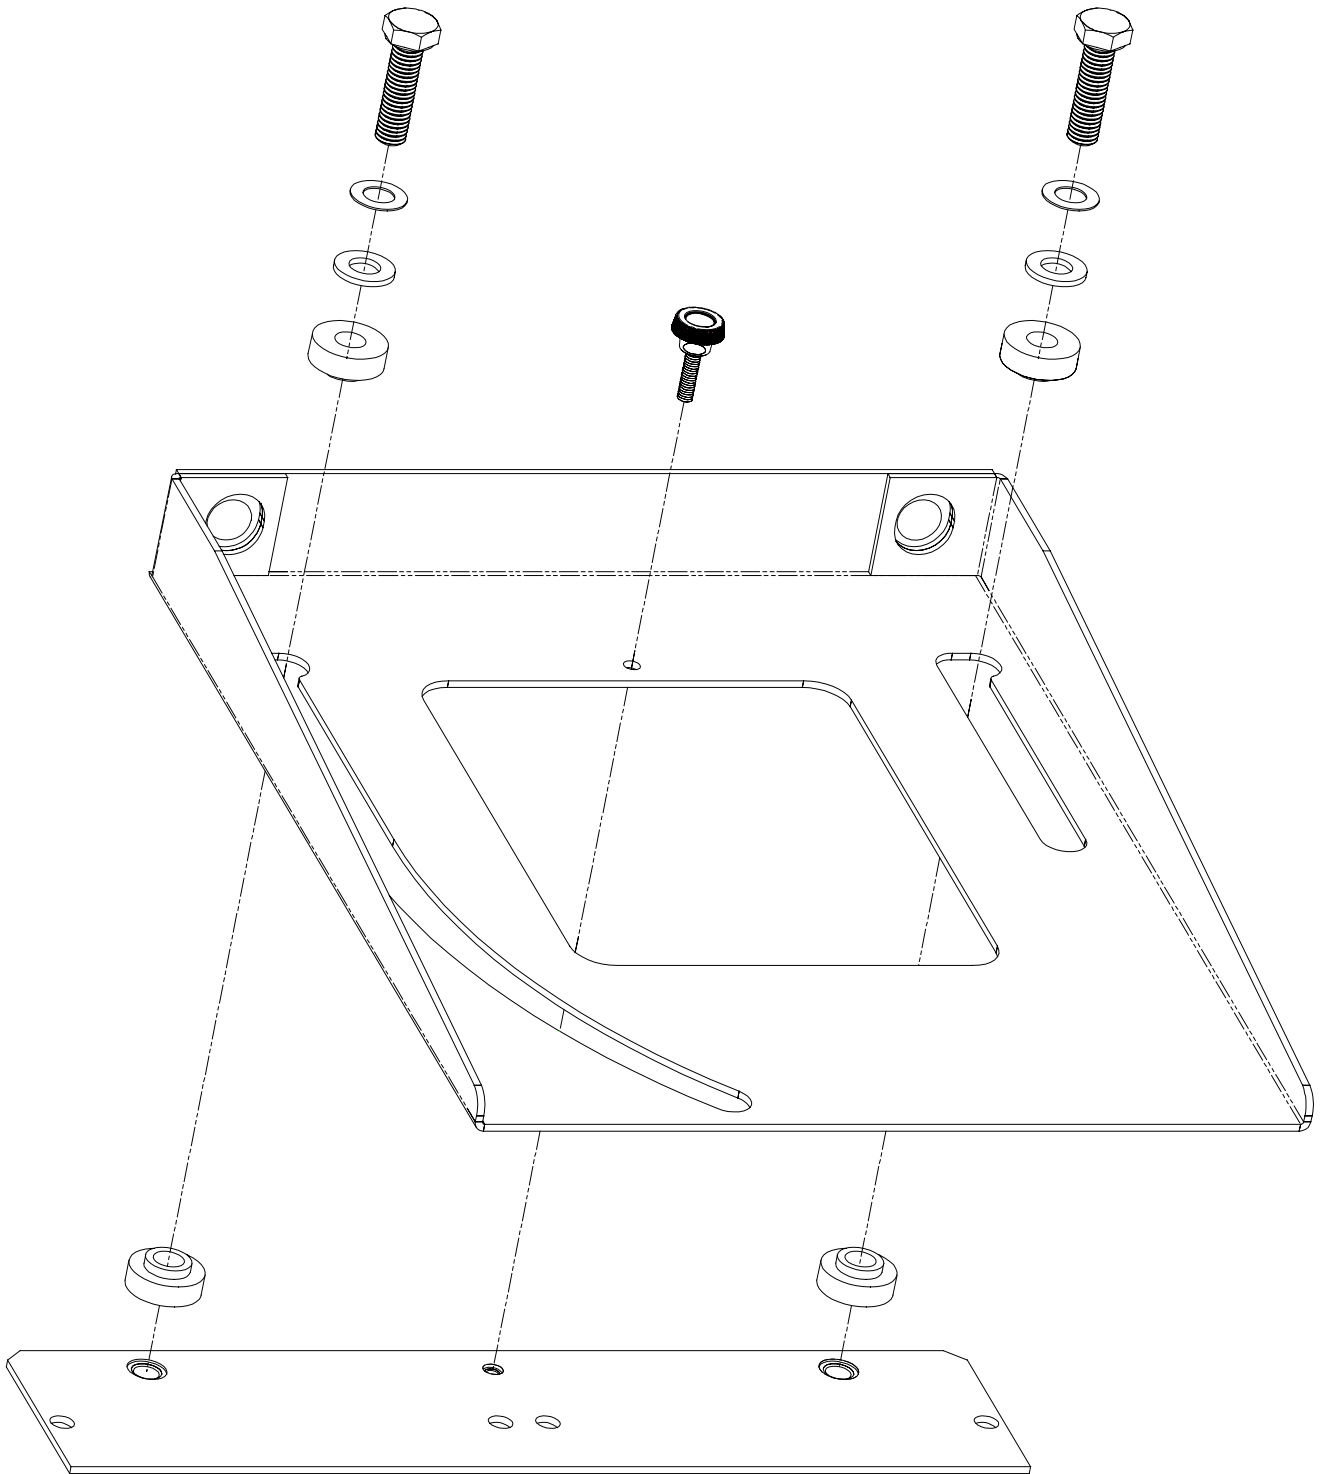

Fig. 3.-
1.-Atornille las pletinas basculantes a los soportes laterales. (Fig. 3)
1.-*Screw the tilting flat plates to the lateral supports. (Fig. 3)*
1.-Visez les platines de basculement aux supports latéraux. (Fig. 3)